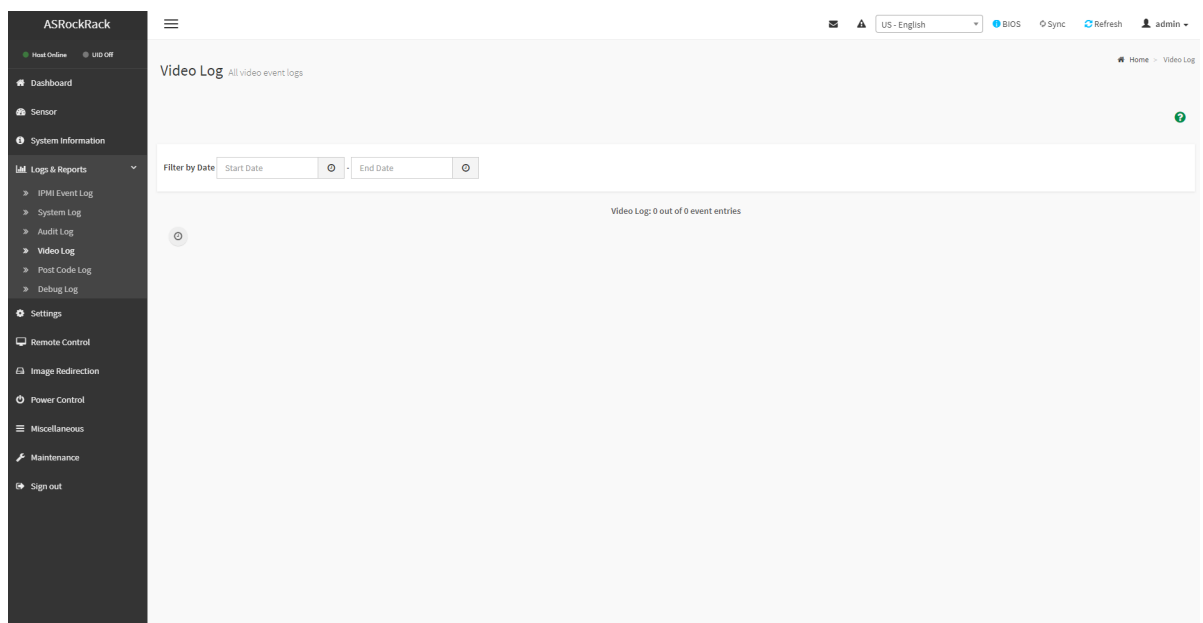

Рис. 109. Окно «Video Log»
- 5) Пройдите во вкладку «Logs & Reports» → «Video Log» в данной вкладке отображается информация о коде POST BIOS в сервере. Окно показано на рис. 109 Окно «Video Log»